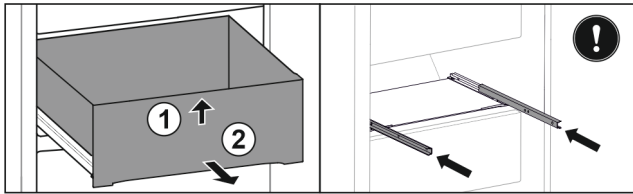

Fig. 113
- ▶ Повдигнете чекмеджето отпред. Fig. 113 (1)
- ▶ Извадете чекмеджето напред. Fig. 113 (2)